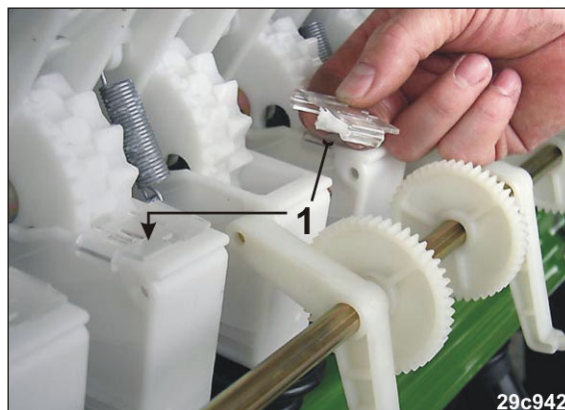

Fig. 125
4. Marcar las nuevas ruedas de sembrado que trazan la calle colocando sobre la carcasa las escobillas de las ruedas de sembrado finas (Fig. 125/1).